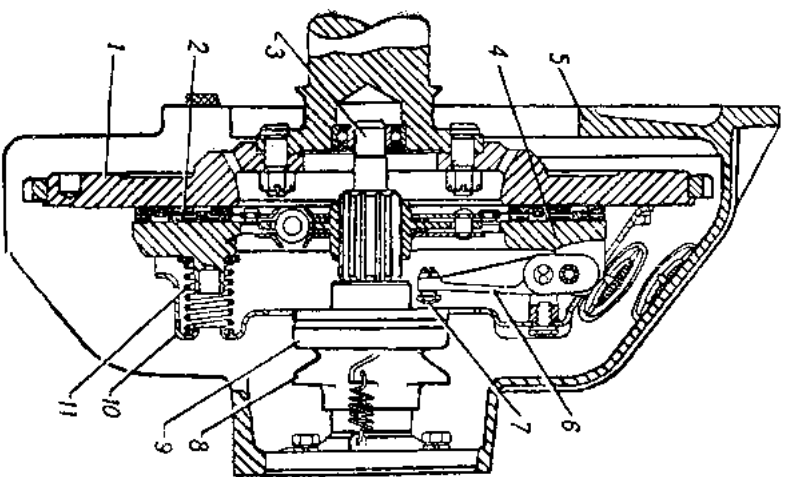

Рис. 45. Сцепление.
Цепление — однодисковое, сухое (рис. 45). Кожух 10 нажимного диска 4 крепится болтами к маховику 1 колесчатого вала двигателя. Ведомый диск 2, установленный на шлицевом конце первичного вала коробки передач усилен пружин 11 постоянно прижимаются нажимным диском 4 к маховику.
**Цепление** — однодисковое, сухое (рис. 45). Кожух 10 нажимного диска 4 крепится болтами к маховику 1 колчатого вала двигателя. Ведомый диск 2, установленный на шлицевом конце первичного вала коробки передач усилен пружин 11 постоянно прижимаются нажимным диском 4 к маховику.